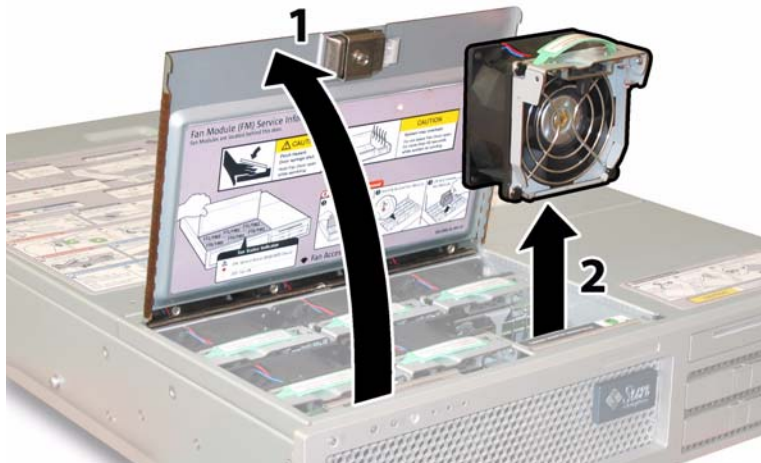

ABBILDUNG 4-17 Öffnen der Lüfterschachtklappe und Ausbauen eines Lüftermoduls
3. Halten Sie die Klappe des Lüfterschachts geöffnet, fassen Sie das defekte Lüftermodul an der Kunststoffflasche an, und heben Sie es gerade nach oben aus dem Lüfterschacht heraus. Siehe ABBILDUNG 4-17.